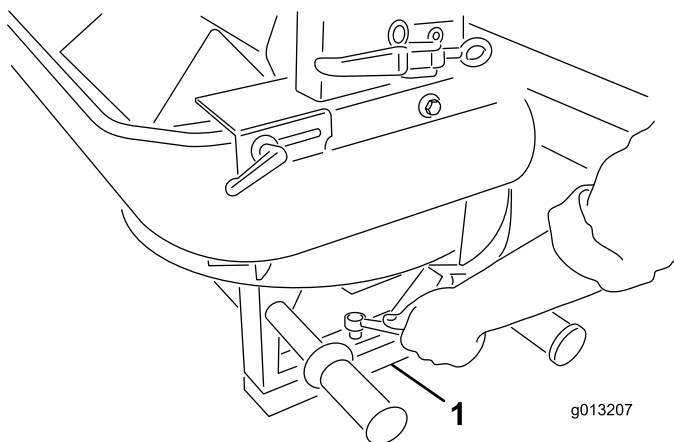

Рисунок 6
5. Выверните четыре винта из опор двухдискового разбрасывателя. С помощью напарника поднимите двухдисковый разбрасыватель и удалите упаковочные пшилки и упаковочный пенопласт (Рисунок 6).